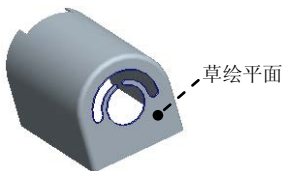
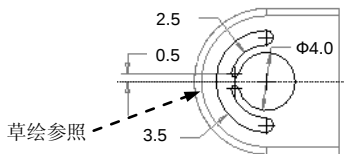

图 11.8.6 创建钣金拉伸切削特征 2
图 11.8.7 截面草图
Step4. 创建图 11.8.6 所示的钣金拉伸切削特征 2。选择下拉菜单 **插入(I)** → **拉伸(E)...** 命令;在操控板中确认“实体”类型按钮 被激活,然后确认操控板中的“移除材料”按钮 和“移除与曲面垂直的材料”按钮 被激活;选取图 11.8.6 所示的钣金面为草绘平面;选取 RIGHT 基准面为参照平面,方向为 **左**。选取 FRONT 基准面和图 11.8.7 所示的边线为草绘参照;绘制的截面草图如图 11.8.7 所示,选择深度类型为 。单击操控板中的“完成”按钮 ,完成特征的创建。